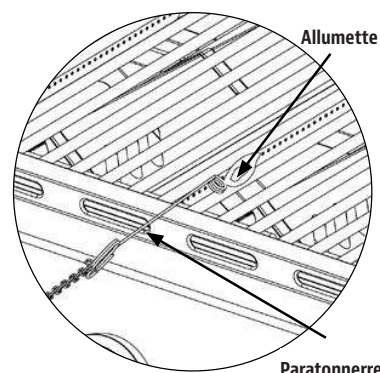

FIG. 3
- Si l'allumeur n'allume pas le brûleur, utilisez une allumette fixée sur la tige d'allumage (incluse avec le gril) pour allumer les brûleurs. Accédez aux brûleurs au travers de la grille de cuisson et des plaques chauffantes. Positionnez l'allumette sur le côté du brûleur. Fig. 3.